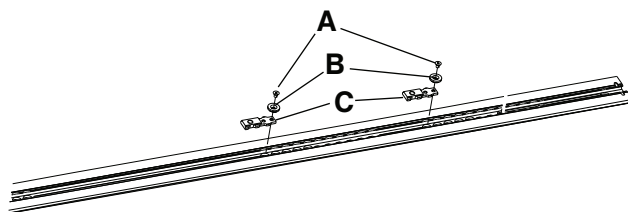

Figura 1 – Inserire la staffa di fissaggio per la piastra a pavimento
2. Per il kit manopole e staffe (6390-041-000), utilizzando una chiave a brugola da 5/32", installare una vite a testa piatta (0001-194-000) (A) alla staffa di fissaggio per l'elemento di sottoancoraggio (6390-001-110) (B) per fissare la staffa di fissaggio della piastra a pavimento (6390-101-108) (C) (Figura 1).